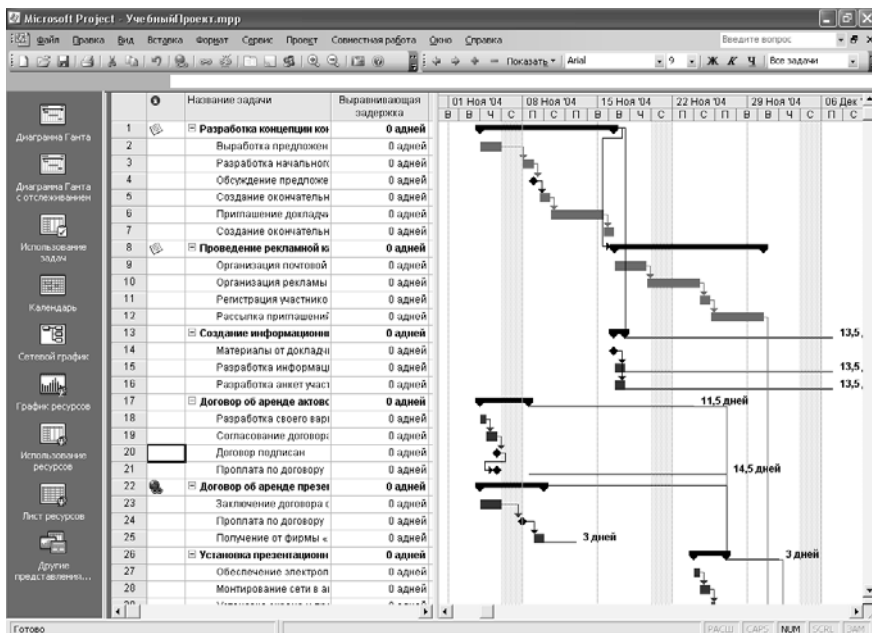

Рис. 16. Приклад докладної діаграми Ганта
2. Із списку доступних уявлень виберіть **Докладна Діаграма Ганта** і натисніть **Застосувати** (рис. 16).